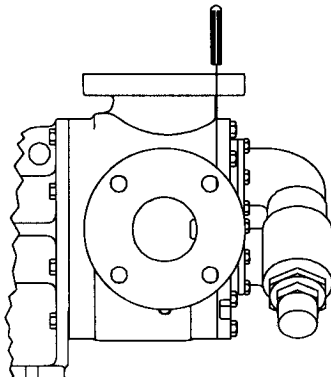

ABBILDUNG 20
6. Der Kopf kann nun an der Pumpe montiert werden. Die Oberseite des Kopfes etwas von der Pumpe weg neigen, bis die Sichel in den Innendurchmesser des Rotors eingreift, und das Losrad rotieren, bis die Zähne mit den Rotorzähnen in Eingriff stehen. Die Markierung an Kopf und Gehäuse ausrichten, die bei der Zerlegung angebracht wurde, um den ordnungsgemäßen Zusammenbau der Pumpe zu gewährleisten. Sicherstellen, dass der Losradbolzen, der im Pumpenkopf versetzt angeordnet ist, in Richtung der Pumpenanschlüsse zeigt und gleichweit von den Anschlüssen entfernt positioniert ist, um den ordnungsgemäßen Flüssigkeitsstrom durch die Pumpe zu gewährleisten. Die Kopfschrauben (oder Muttern auf die Stiftschrauben bei Größe Q) festziehen. Das Axialspiel wie abgebildet mit einer Fühlerlehre prüfen. Siehe **Abbildung 20 auf Seite 11**. Wenn das Axialspiel nicht richtig eingestellt ist, mit dem Abschnitt **EINSTELLUNG DES KOPFDICHTUNGS-AXIALSPIELS auf Seite 11** fortfahren.
Wenn die Pumpe in der Leitung eingebaut und nicht durch die Anschlüsse zugänglich ist, den Kopf ausbauen und die Dichtungen abnehmen. Den Kopf wieder anbringen und den Abstand wie abgebildet messen. Siehe **Abbildung 20**. Nach Bestimmung des Abstands zwischen Kopf und Gehäuse eine Kombination von Dichtungen mit ca. 25 % größerer Dicke als die Fühlerlehre zzgl. des erforderlichen Axialspiels wählen. Siehe **Abbildung 18 auf Seite 10**. **Hinweis:** Die Dichtungen werden beim Festziehen des Kopfes zusammengedrückt. Den Kopf ausbauen, alle Dichtungen und den O-Ring installieren und dann den Kopf einbauen. Die Kopfschrauben des Kopfes fest anziehen und dann die Pumpe von Hand drehen, um die ungehinderte Drehung zu bestätigen.